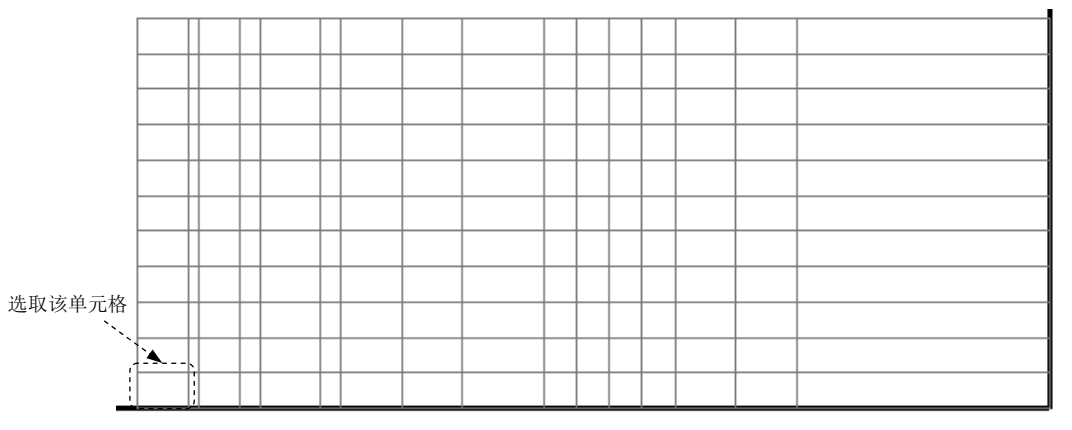

图 6.4.5 设置表格列宽参数
Step5. 参照 Step4 从右至左设置其他单元格列宽，列宽度值依次为 12、12、6.5、6.5、6.5、6.5、16、12、12、4、12、4、8、2 和 10，结果如图 6.4.5 所示。
Step6. 设置表格行高参数。选取图 6.4.5 所示的单元格，在功能选项卡区域的 **表** 选项卡中单击“高度和宽度”按钮 ，系统弹出“高度和宽度”对话框，在对话框的 **行** 区域的 **以绘图单位计的高度** 文本框中输入行高度值 7，单击 **确定** 按钮。